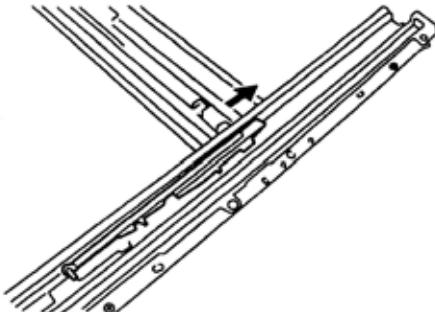

图 9-214
9)拆下左侧滑动天窗驱动电缆。向后移动驱动电缆，把它拆下来，如图 9-214 所示。